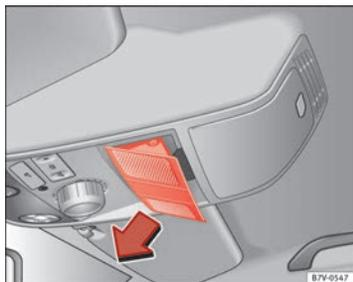

Fig. 195 Dans le ciel de pavillon : retirez le cache.
- Retirez le cache dans le sens de la flèche ⇒ fig. 195.